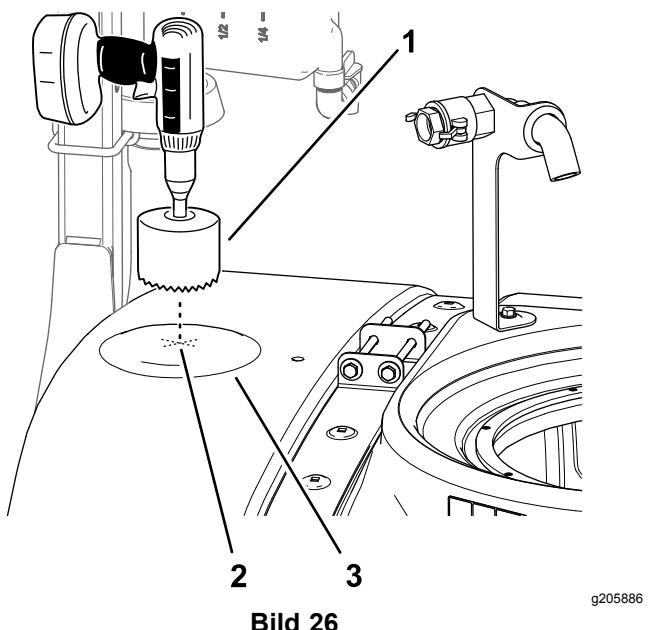

Bild 26
2. Ermitteln Sie die vordere Stelle oben am Behälter, wie in Bild 26 abgebildet.
3. Benutzen Sie eine 9 cm Lochsäge, um ein Loch in die Bohrmarkierung zu bohren (Bild 26).